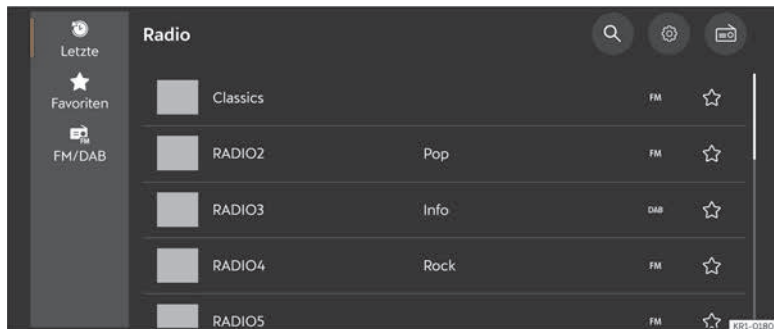

Abb. 165 Schematische Darstellung: Ansicht Radio.
- Drücken Sie **MENÜ** > >>> (**Abb. 165**).